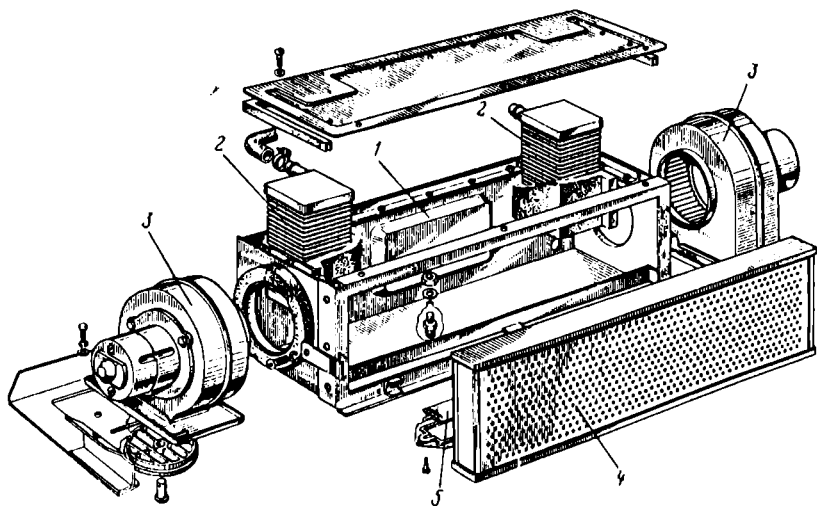

Рис. 78. Отопитель кабины (унифицированная кабина):
7.6.14.2. Унифицированная кабина (рис. 78)
1. Залейте воду в систему охлаждения дизеля при закрытом кране отопителя ВС-11, установленном на дизеле (рис. 78а). Запустите дизель, откройте пробки 1 (рис. 78б) сливных кранов отопителя, убедитесь, что вода
Рис. 78а. Кран отопителя ВС-11.
Рис. 78б. Сливной кран отопителя.
5. Очистку фильтра 4 (рис. 78) производите по мере необходимости, но не реже чем через 125 ч работы трактора. Инструкции по очистке изложены в таблице на фильтре.